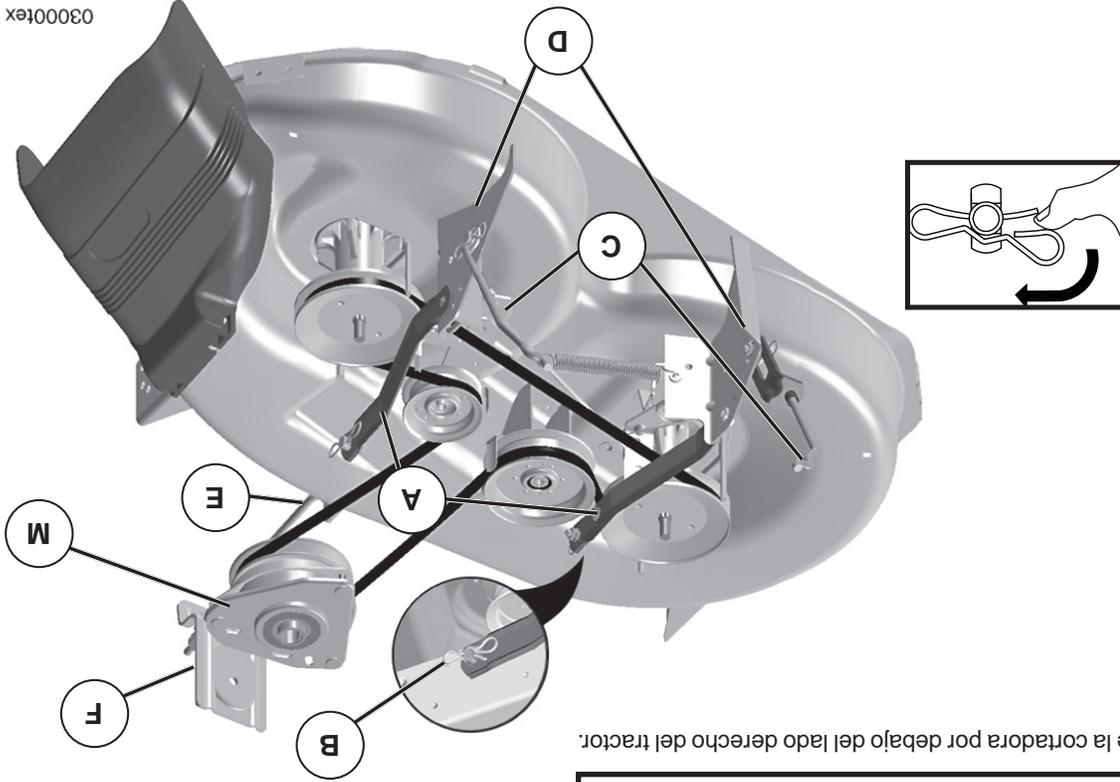

Fig. 19
**CÉSPED (Vea Fig. 19)**
- Ruede la correa de polea del motor (M) de la cortadora – retire el resorte de contención y la arandela.
- Por uno de los lados de la cortadora, desconecte el brazo de suspensión de la cortadora (A) del chasis y la pieza de unión posterior (C) de la barra posterior de la cortadora (D) – retire los resortes de contención y las arandelas.